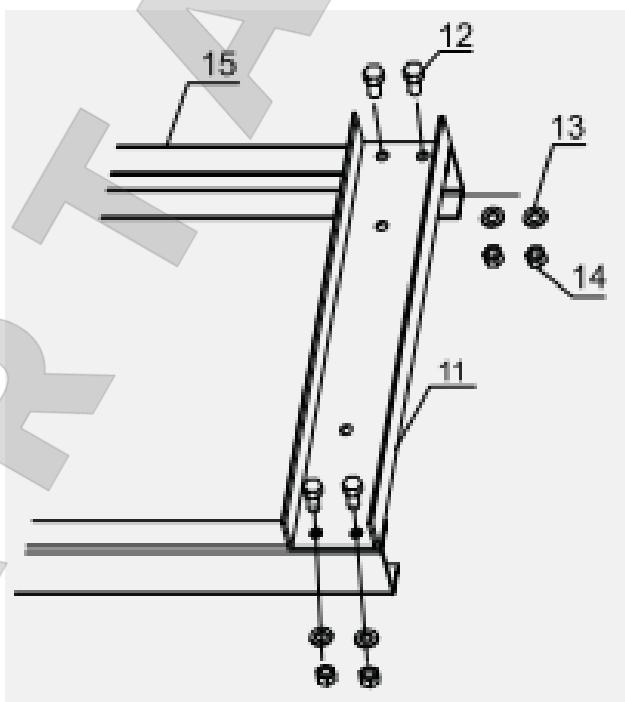

Рисунок 2,
2. Положите опорные стойки (15) на плоскую горизонтальную поверхность, совместите отверстия в верхней балке (11) с отверстиями в верхних частях опорных стоек (15), соедините их болтами (12) с шайбами (13) и гайками (14). См. Рисунок 2.